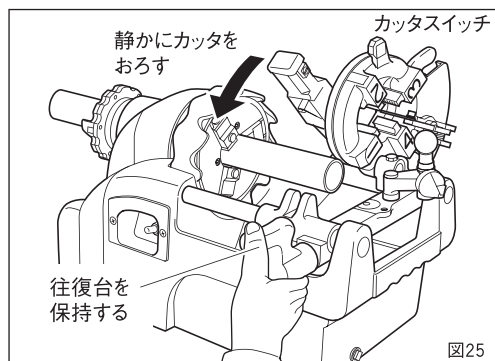

図25
- ③ パイプが回転をはじめたらカッタのスイッチをONにして、カッタをしずかにパイプにのせてください。切れ目が入り安定するまで往復台は保持しておきます。(図25)